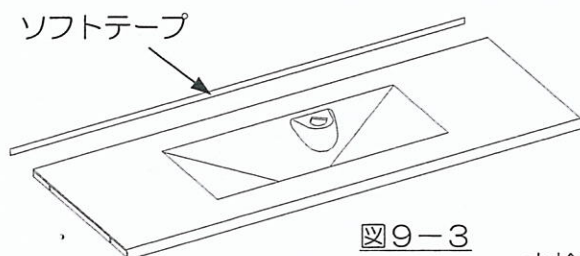

図9-3
(3) カウンター壁側の天板木口に付属のソフトテープを貼付けてください。余った分はカットしてください。(図9-3)
- (2) カウンター壁側の木口に付属のソフトテープを貼付けてください。(図9-3に準ずる)